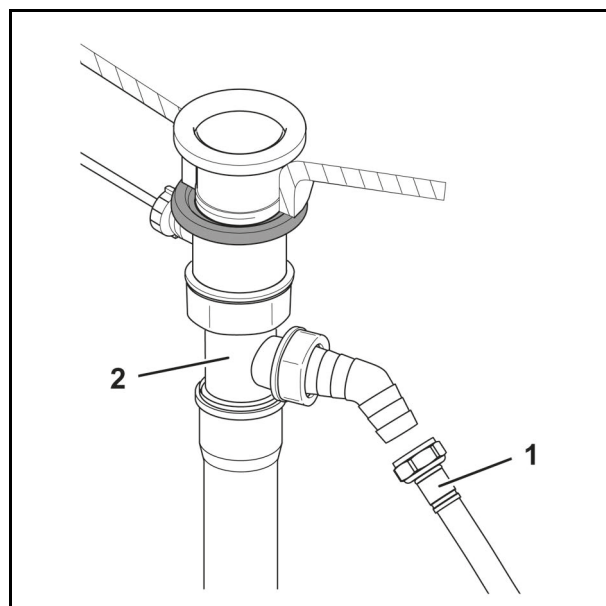

Abb. 15
11. Schließen Sie die Drainageleitung (Abb. 15/1) des Untertischgeräts an den Siphon-Adapter (Abb. 15/2) an.